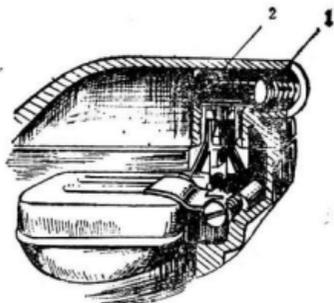

图1-5 化油器进油滤油网堵塞示意图
5. (图1-5) 汽油滤清器或化油器油接头滤网被堵塞。汽油滤清器内污泥、积垢、杂质过多，影响汽油顺利通过。油杯内的水分过多，随同汽油混进化油器，影响燃料的燃烧。